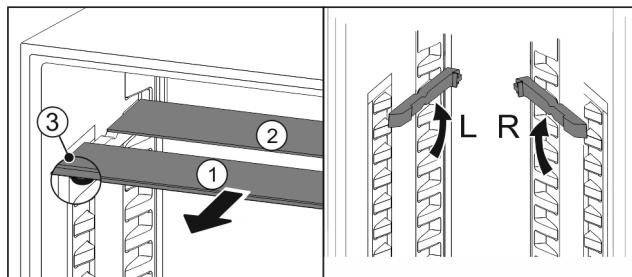

Fig. 110
- По одной извлеките Fig. 110 (1) стеклянные панели движением вперед.
- Стеклянная панель Fig. 110 (1) с декоративной планкой лежит спереди.
- Стопоры Fig. 110 (3) показывают вниз.